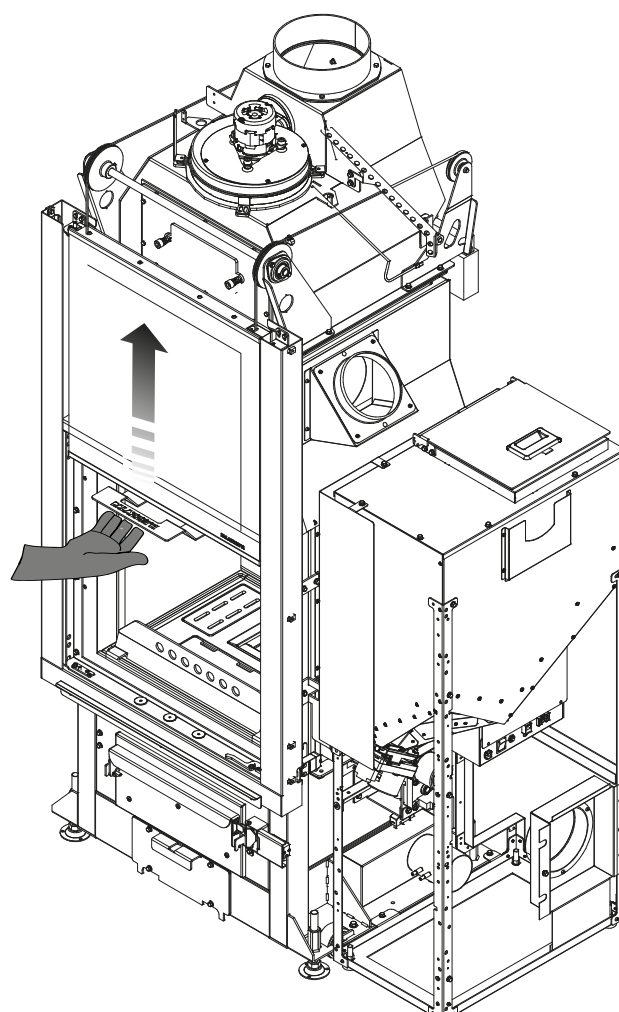

Fig. 3.2
1. utilizzare la maniglia a disposizione e spingere verso l'alto (fig. 3.2);